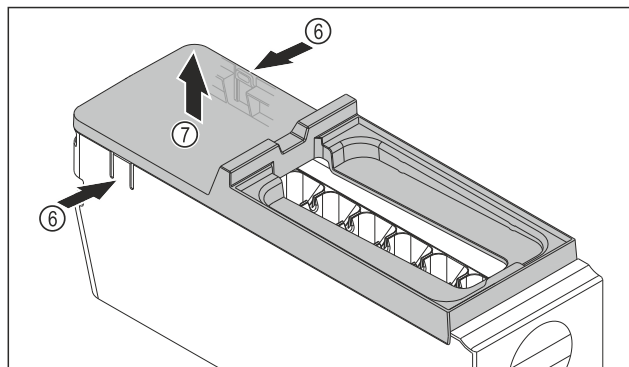

Fig. 172
- Udtagning af EasyTwist-Ice-legemets afdækning: Tryk på laskerne Fig. 172 (6) på begge sider af EasyTwist-Ice-legemet med den ene hånd.
- Tag afdækningen Fig. 172 (7) op og ud med den anden hånd.